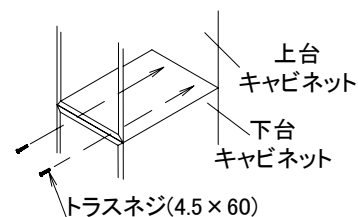

図10-8
②下台後板の壁面取付下穴より所定のネジで壁面に固定してください。(図10-8)